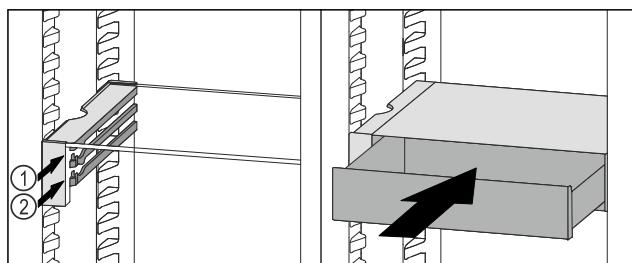

Fig. 70
- Predal VarioSafe namestite za zaustavljalnimi elementi na želeni nastavek Fig. 70 (1) ali Fig. 70 (2).